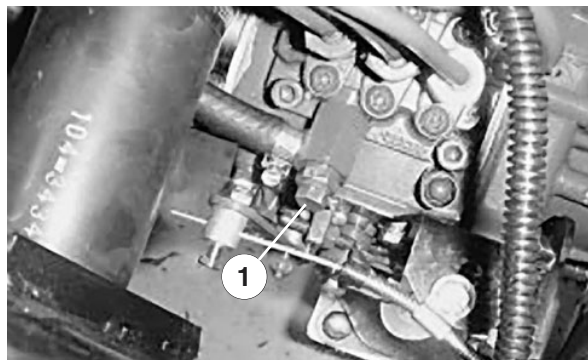

Figure 12
3. Desserrez la vis de purge sur la pompe d'injection (Fig. 12).